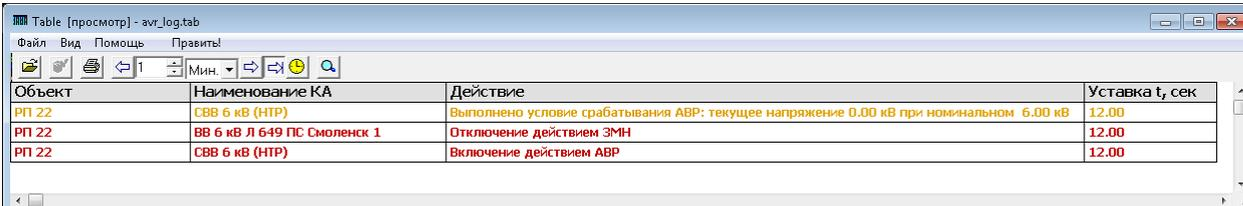

Рисунок 9 – Включение / отключение режима моделирования РЗА.
Для включения или отключения Приложения «Моделирование релейной защиты и автоматики» нужно на выплывающей панели инструментов в разделе «Опции» «РЗА» из выпадающего списка (1) выбрать нужный пункт меню (рисунок 9).
Журнал работы РЗА (рисунок 10) можно посмотреть, нажав на кнопку 2 (рисунок 9).
Для управления введением в работу АВР в режиме моделирования, нужно нажать кнопку (3 рисунок 9). На экране появится форма редактирования параметров всех действующих АВР (рисунок 16).